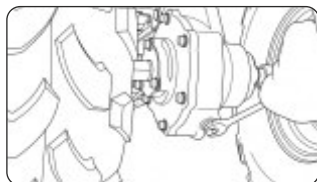
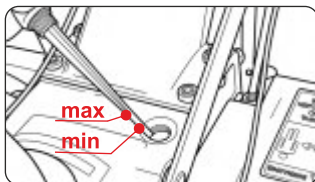

Рис. 20
Рис. 21
- Проверьте затяжку сливной пробки, расположенной в нижней части редуктора (рис.20).
- Отверните пробку-щуп (рис.21). Залейте примерно 2,4 л. трансмиссионного масла. Вставьте щуп в масляное отверстие не закручивая.
- При низком уровне - долейте масло до необходимого уровня (рис.21). При слишком высоком - слейте излишки, отвернув масляную пробку редуктора. (рис.20).
• Отверните сливную пробку на редукторе (рис. 20) и слейте масло в подставленную емкость.